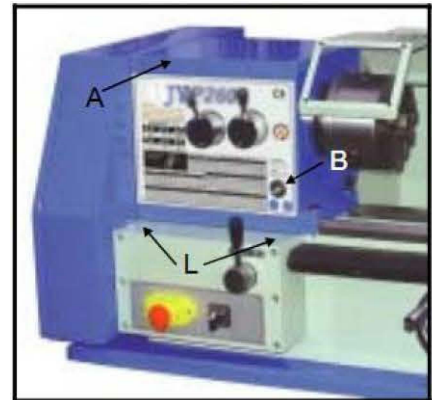
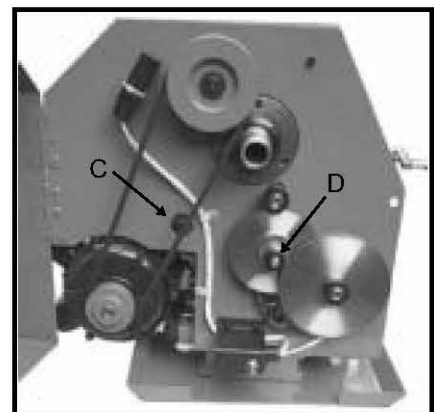
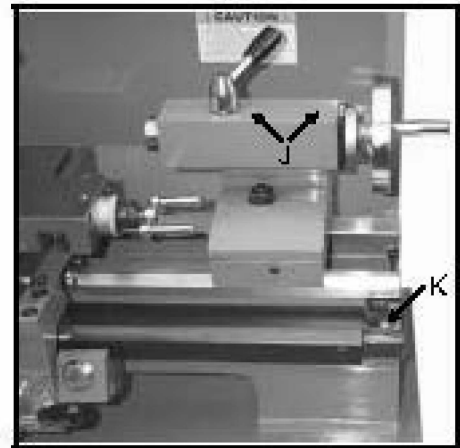

Fig. 4
Fig. 5
Fig. 8
1. Spindellåda – Ta av locket före påfyllning (A, Fig. 4). Oljan ska nå markeringen i oljefönstret (B, Fig. 4). Tappa ur helt via pluggen (C, Fig. 5) och rengör. Fyll på efter första månaden, därefter byt varannan månad.
2. Växlar – Smörj en oljekopp (D, Fig. 5) dagligen med 20W maskinolja.
6. Dubbdocka – Smörj två oljekoppar (J, Fig. 8) dagligen.
7. Ledarskruv – Smörj en oljekopp (K, Fig. 8) och två (L, Fig. 4) dagligen.